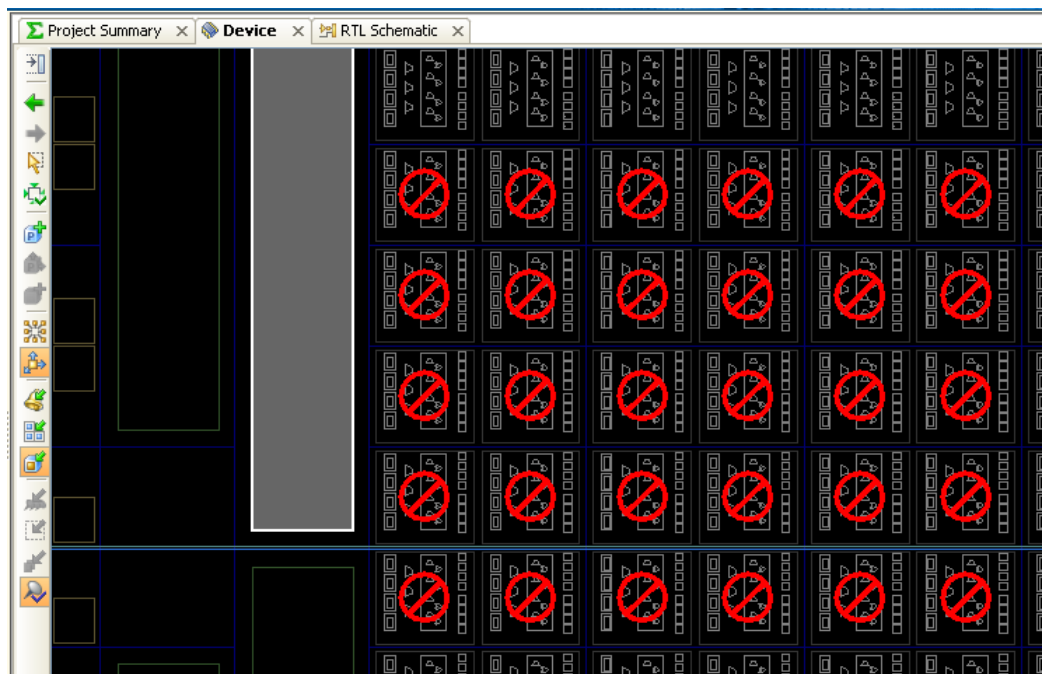

図 10-28 : [Device] ビューで PROHIBIT 制約が設定されているサイト
3. 右クリックして表示されるポップアップ メニューから [Set Prohibit] を選択します。図 10-28 のように、使用禁止になったサイトには赤い X マークが表示されます。